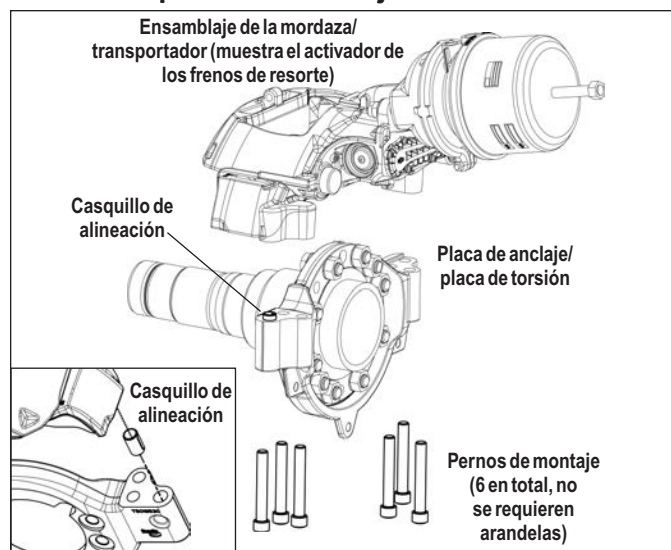

FIGURA 41 - MORDAZA/TRANSPORTADOR DE MONTAJE VERTICAL
5.2.16 Instale los resortes retenedores de la zapata (2) en las zapatas de los frenos (12), introduciendo un extremo del resorte en la oreja de la parte superior de la zapata de los frenos (*Consulte la figura 41*). Cuidadosamente, aplique suficiente fuerza para permitir que la segunda oreja calce completamente, teniendo cuidado de mantener los dedos, etc. alejados del resorte cuando calce.
- 5.3.3 Consulte la figura 41. Apoye el freno de disco de aire usando los medios necesarios y retire los seis (6) pernos/arandelas de montaje y deséchelos. Nota: Bendix recomienda enérgicamente que durante el reensamblaje se reemplacen estos pernos, consulte al fabricante del vehículo para ver los herrajes de repuesto. Levante la mordaza para quitarla de la placa de anclaje.